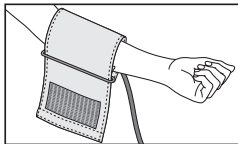
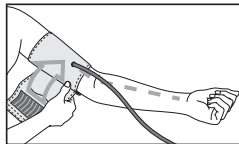

Fig. 1
Fig. 2
- La misurazione va eseguita sul braccio nudo. Nel caso di un bracciale con tirante, far passare l'estremità del bracciale attraverso l'anello di metallo in modo da formare un occhio (vedi Fig. 1). È necessario posizionare il bracciale sulla parte superiore del braccio in modo tale che il margine inferiore si trovi 2-3 cm al di sopra dell'incavo del braccio e dell'arteria (vedi Fig. 2). Il tubo indica la metà del palmo della mano.